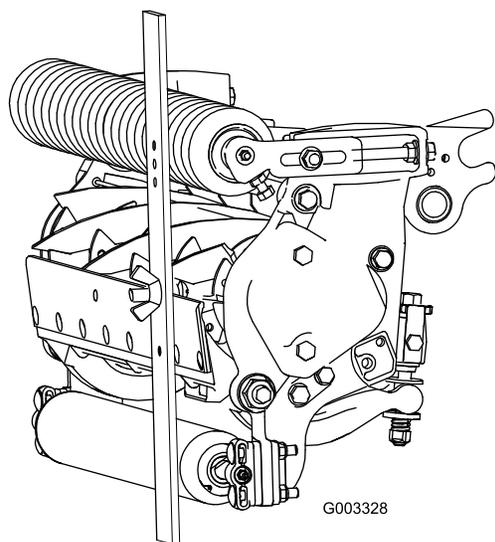

Figura 20
- Prenda a cabeça do parafuso à extremidade cortante da lâmina de corte e apoie a extremidade traseira da barra no rolo traseiro (Figura 20).
- Rode o parafuso de ajuste até que o rolo em contacto com a dianteira da barra indicadora (Figura 20). Ajuste ambas as extremidades do rolo até que todo o rolo esteja paralelo à lâmina de corte.